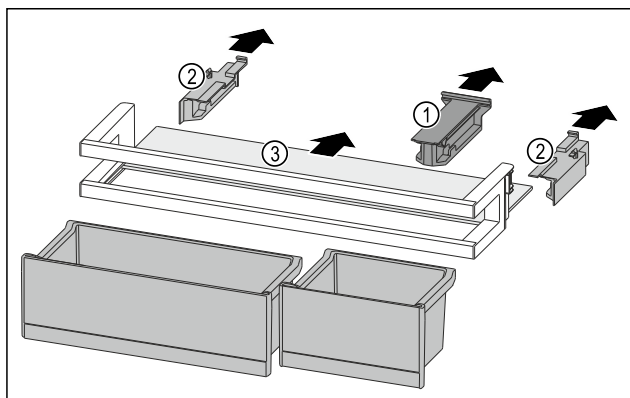

Fig. 100
- Estrarre l'elemento di tenuta Fig. 100 (1).
- Togliere gli elementi laterali Fig. 100 (2).
- Rimuovere il ripiano Fig. 100 (3).